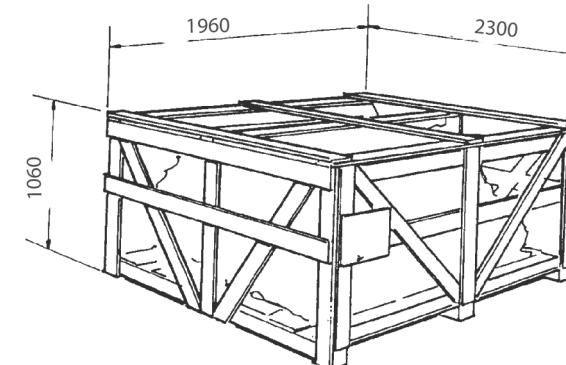

fig.14
**DISIMBALLO (fig.14)**
Al ricevimento della macchina (fig.14) togliere l'imbalo (facendo attenzione al distacco delle reggette) ed assicurarsi dell'integrità della macchina controllando che non vi siano parti visibilmente danneggiate. In caso di dubbio non utilizzare la macchina e rivolgersi a personale professionalmente qualificato e/o al proprio rivenditore.
**UNPACKING (fig.14)**
On receipt of the machine, (fig. 14) remove the packing (taking care when removing the straps) and check the machine visually for missing or damaged parts. If in doubt do not use the machine and refer to professionally qualified personnel and/or to the seller.
### DEBALLAGE (fig.14)
A la réception de l'appareil (fig.14), ôter l'emballage (en faisant attention au détachement des feuilards) et s'assurer de l'intégrité de l'appareil en contrôlant qu'il n'y ait pas de pièces visiblement endommagées. En cas de doute, ne pas utiliser l'appareil et s'adresser à du personnel qualifié ou à son propre revendeur.
### AUSPACKEN (Abb.14)
Bei Empfang des Geräts (Abb. 14) entfernen Sie die Verpackung (achten Sie dabei auf das Ablösen des Bandstahls) und versichern sich von dem einwandfreien Zustand des Geräts; dabei kontrollieren Sie, ob es irgendwelche sichtbar beschädigten Teile gibt. Im Zweifelsfalle sehen Sie bitte von der Inbetriebnahme des Geräts ab und wenden sich an qualifiziertes Fachpersonal und/oder an ihre Verkaufsstelle.
### DESEMBALEAJE (fig.14)
Cuando se reciba la máquina (Fig. 14) quitar el embalaje (sacando bien los flejes) y comprobar la integridad de la máquina controlando que todas sus partes estén íntegras.